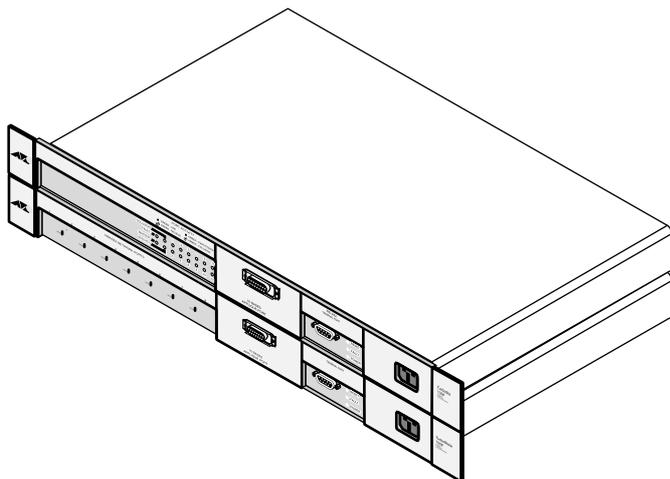

図 1.5 重ねた 2 台の TS シリーズのハブ
- (4) 2台のTSシリーズのハブを重ねて置きます（図 1.5 参照）。